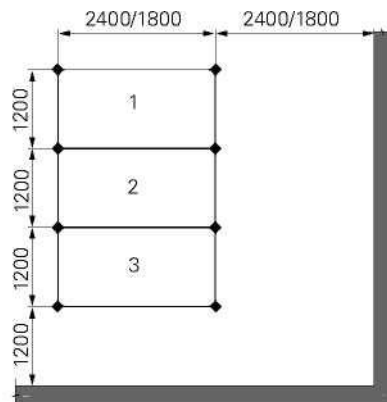

Fig. A6.07
1. Obturar os painéis de 1 a 3, consultar a seção "Cofragem A4" na página 37. (Fig. A6.07)